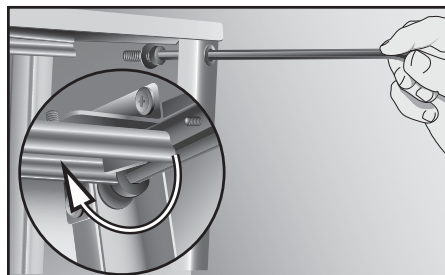

Figura 6
5. Usando la llave hexagonal de 6 mm instale los tornillos M10x30 y las arandelas planas como se muestra en la **Figura 6**.
Use la llave como se muestra en la **Figura 6** para **APRETAR A MANO** todos los tornillos.